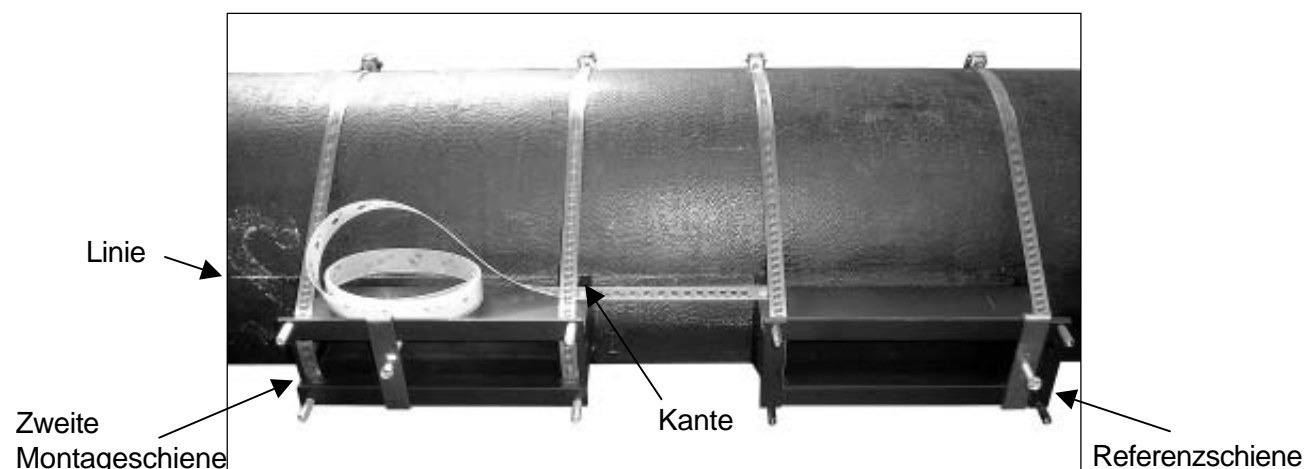

Abbildung 4
- Die zweite Montageschiene montieren, die Sicherungsbänder noch nicht festziehen (Abbildung 4). Die zweite Schiene drehen, bis sie mit der nächstgelegenen Kante zur Referenzschiene und der angezeichneten Linie ausgerichtet ist.